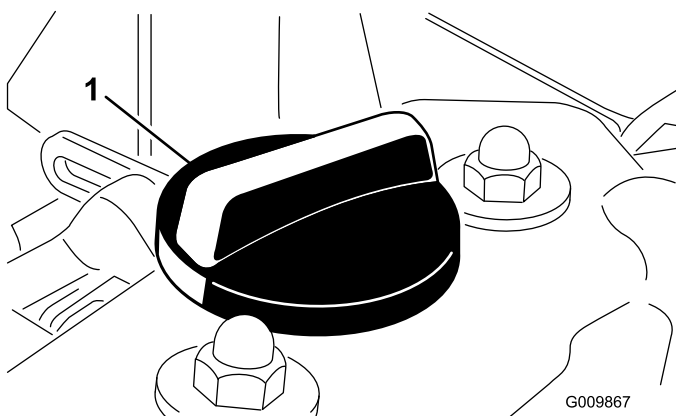

Figura 24
4. Se o nível de óleo se encontrar abaixo da marca Full (Cheio) da vareta, retire a tampa de enchimento (Figura 24) e adicione óleo até que o nível atinja a marca Full. **Não encha demasiado.**